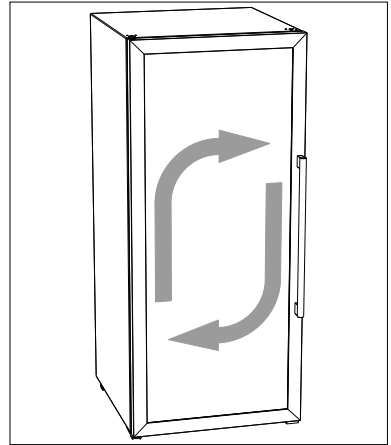
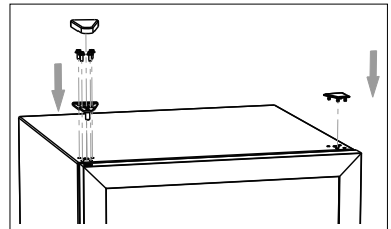

Abb. 10
Abb. 11
- ▶ Drehen Sie die Kühlraumtür (1) um 180° (siehe **Abb. 10**).
- ▶ Setzen Sie nun die Kühlraumtür (1) wieder auf das untere Scharnier (5), sodass der Scharnierzapfen in die dafür vorgesehene Aussparung in der Kühlraumtür (1) passt.
- ▶ Setzen Sie bei geschlossener Kühlraumtür (1) das obere Scharnier mit dem Scharnierzapfen in die Kühlraumtür (1) ein.
- ▶ Positionieren Sie das obere Scharnier so, dass die Bohrungen des Scharniers auf die Bohrungen im Gerätegehäuse passen (siehe **Abb. 11**).
- ▶ Richten Sie die Kühlraumtür (1) waagrecht aus.
- ▶ Setzen Sie die Scharnierabdeckung auf das obere Türscharnier (1) und drücken Sie es an, bis es hörbar einrastet.
- ▶ Schließen Sie die Kühlraumtür (1).